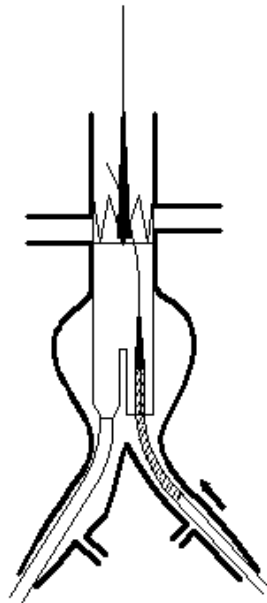

Fig. 9 Introducción de la prótesis artificial con el Sistema de Liberación
- 5.15 Insertar la prótesis artificial con el sistema de liberación sobre el alambre guía dentro de la rama corta de la prótesis artificial AAA. Alinear el marcador radiopaco sobre la rama corta de la prótesis artificial AAA, con dos stents superpuestos entre ellos. **(Fig. 9)**